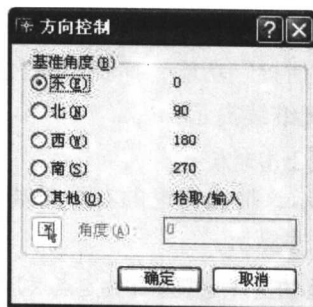

图 1-14 设置方向
(2) 单击【方向】按钮，打开“方向控制”对话框，如图 1-14 所示，按默认方式确定。